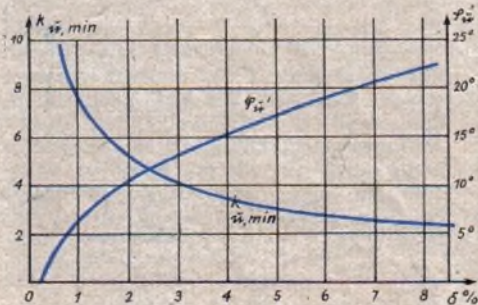

Abb. 6. k und φ in Abhängigkeit vom Fehler δ für tiefe Frequenzen
In Abb. 6 ist $k_{u, \min}$ und φ_u' in Abhängigkeit vom zugelassenen Fehler δ grafisch dargestellt; je größer δ ist, desto kleiner ist
Läßt man beispielsweise einen Fehler von 2% zu ($\delta = 0,02$) und ist die tiefste Frequenz dabei 30 Hz ($\omega = 2\pi \cdot 30 = 188$), so ist nach (8) bzw. Abb. 6 $k_{u, \min} = 4,9$. Wählt man $R_g = 0,8 M\Omega$, so ergibt sich nach (9a) für den Koppelkondensator
Für einen zweistufigen Verstärker ($n = 2$) wäre nach dem oben gewählten Beispiel mit $\delta = 0,02$ je Stufe der Gesamtfehler $\Delta = 2\delta = 0,04 = 4\%$. Soll aber der Gesamtfehler nur 2% betragen, so darf der Fehler je Stufe nur 1% ($\delta = 0,01$) sein. Nach Abb. 6 ergibt sich dafür ein $k_{u, \min} = 7$ und damit für den Koppelkondensator